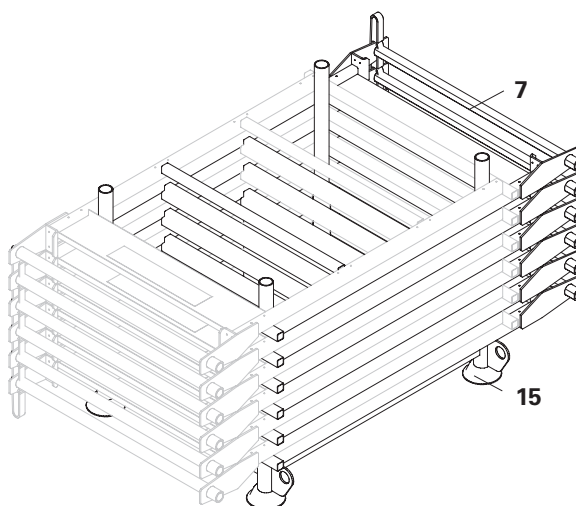

Fig. A1.11
La barella RP 80 x 110 (15) serve per riporre esclusivamente i parapetti GRIDFLEX GF 100 (7), massimo 12 pezzi. (Fig. A1.11)